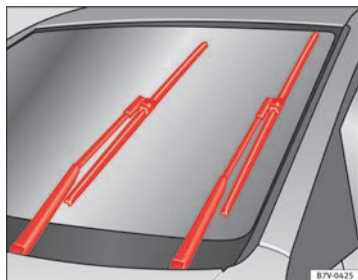

Fig. 129 Limpa-vidros em posição de serviço
- Ligue e desligue a ignição e, de seguida, (antes de cerca de 9 seg.), desloque o manípulo do limpa pára-brisas para a posição de varrimento breve. As escovas deslocam-se para a posição de serviço ⇒ Fig. 129.